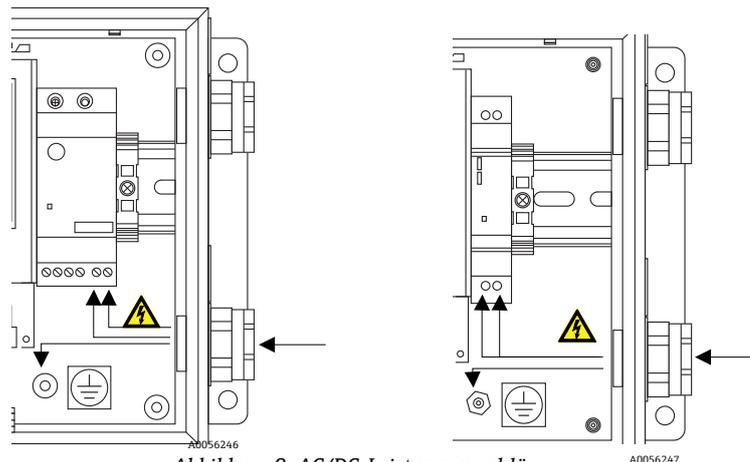

Abbildung 8. AC/DC-Leistungsanschlüsse
3. Bei AC-Systemen Masse-, Neutral- (N) und L1-Leiter in das Elektronikgehäuse ziehen. Siehe Abbildung 8.
Bei DC-Systemen die Leiter VI +, – und den Erdungsdraht in das Elektronikgehäuse ziehen. Siehe Abbildung 8.